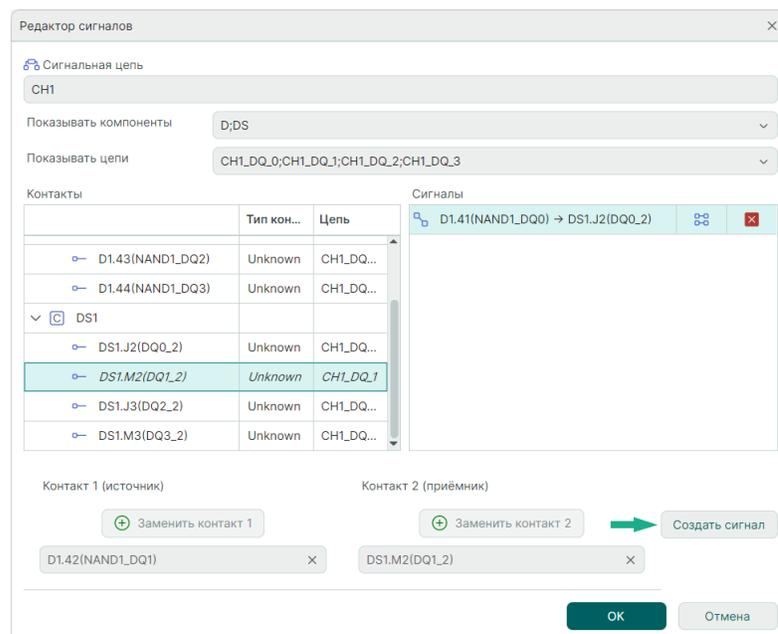

Рис. 361 Создание сигнала в окне редактора
3. В окне «Редактор сигналов» для контактов, входящих в отобранные цепи, определите источник и приемник сигнала. По завершении нажмите кнопку «Создать сигнал», см. Рис. 361.